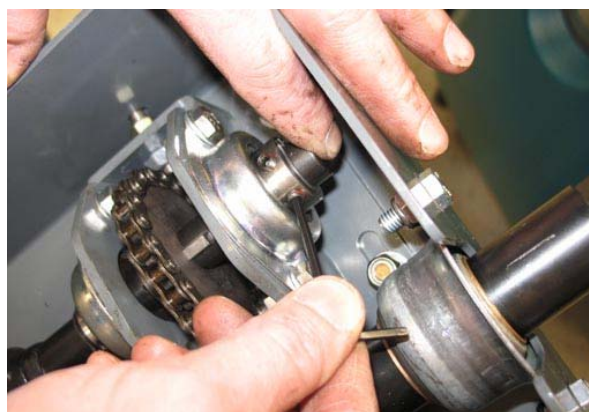
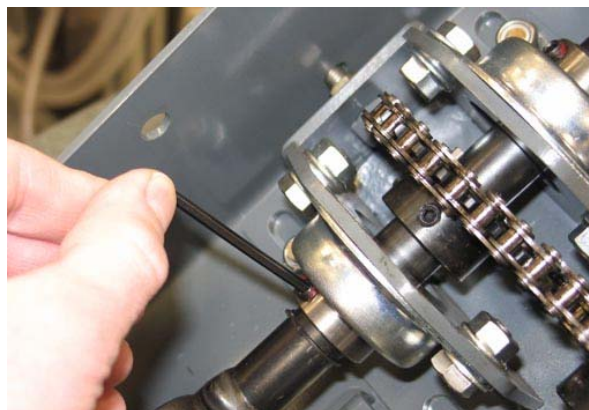

FIG. 48
FIG. 49
9. Premere l'assieme della piastra di supporto/cuscinetti della flangia saldamente contro l'anello elastico superiore e serrare le viti di fissaggio nei cuscinetti della flangia superiori e inferiori. Serrare le viti di fissaggio a 8,1-10,8 Nm / 72-96 in lb. (Fig. 48 / Fig. 49)